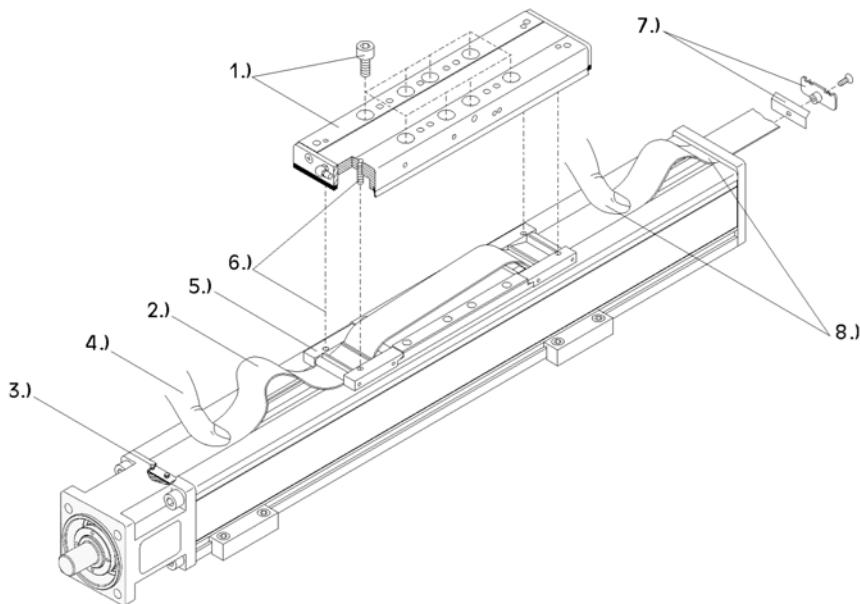

Bild 17: Abdeckband wechseln
1. **Bild 17:** Befestigungsschrauben der Kraftbrücke entfernen und komplett die Kraftbrücke senkrecht nach oben vorsichtig abheben. **Achtung:** Die Bandniederhalter sollen auf dem Rohrprofil liegen bleiben!